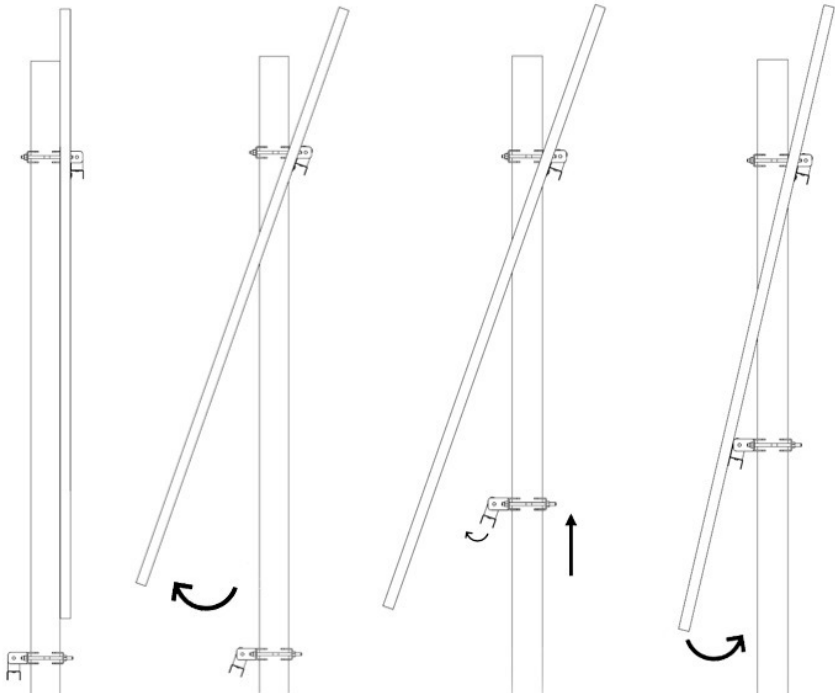

Рисунок 8 – установка солнечных панелей на кронштейн.
6. Отгнуть солнечные панели таким образом, чтоб была возможность поднять нижнюю пару кронштейнов 3 и 4 с установленной рейкой 5. Отрегулировать нижний кронштейн таким образом, чтобы крепежные отверстия в панели совпадали с крепежными отверстиями в рейке 5 (рисунок 8).